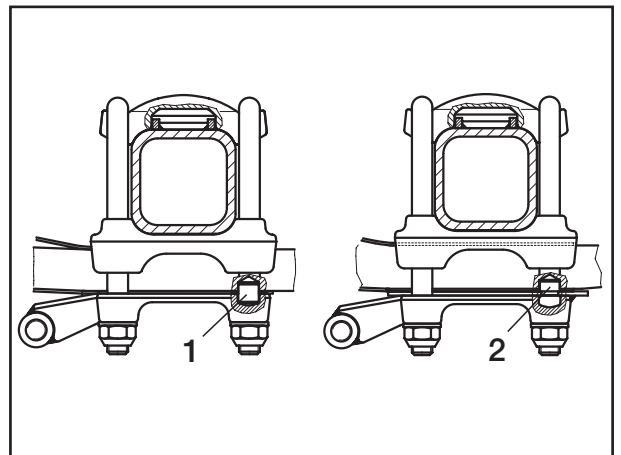

Fig. 21
- [27a] Bei Lenkerfedereinbindung ohne Einspurplatte, nur mit Zentrierbolzen, den Zentrierbolzen (Fig. 21/1) in die Bohrung Lenkerfeder/Fangblech stecken.
- [27b] Bei Lenkerfedereinbindung mit Einspurplatte und montiertem Zentrierbolzen (Fig. 21/2) den Zentrierbolzen in die Bohrung Lenkerfeder/Fangblech stecken.
[27a] In the case of a trailing arm spring clamping without a tracking plate, with a centring bolt only, insert the centring bolt (Fig. 21/1) into the trailing arm spring / catch plate hole.
[27b] In the case of a trailing arm clamping with a tracking plate and fitted centring bolt (Fig. 21/2), insert the centring bolt into the trailing arm spring/catch plate hole.
[27a] Pour une fixation des ressorts de guidage sans plaque de triangulation, seulement avec un pion de centrage, emboîter le pion (fig.21/1) dans l'alésage ressort de guidage / tôle d'arrêt.
[27b] Pour une fixation des ressorts de guidage avec plaque de triangulation et un pion de centrage monté (fig. 21/2), emboîter le pion dans l'alésage du ressort de guidage / tôle d'arrêt.